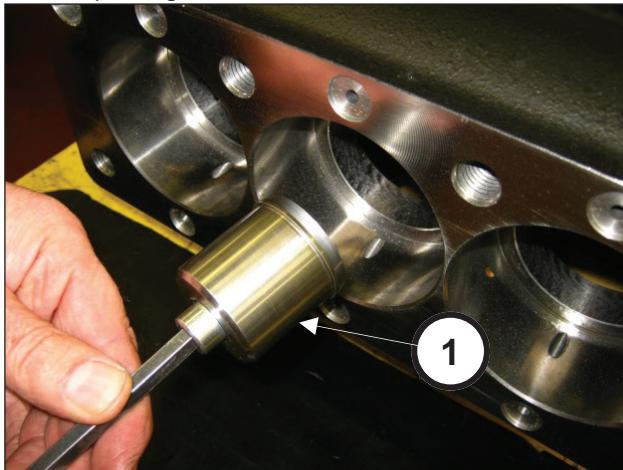

Fig. 34
Placer l'outil (rep. ①, Fig. 34) et le visser sur la tige jusqu'en butée (rep. ①, Fig. 35).